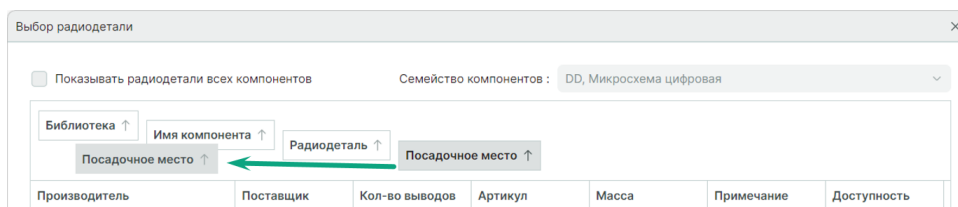

Рис. 100 Изменение порядка группировки
5. Изменение порядка группировки можно произвести перемещением заголовка столбца с помощью механизма «drag-and-drop», см. Рис. 100.